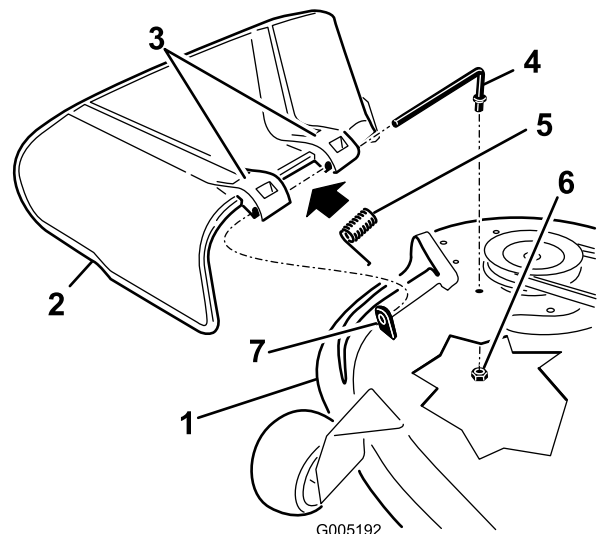

Figura 61
1. Retire la tuerca ($\frac{3}{8}$ " de la varilla (debajo del cortacésped) (Figura 61).
2. Retire la varilla del espaciador corto, muelle y deflector de hierba (Figura 61).
4. Vuelva a colocar el deflector de hierba (Figura 61).
7. Deslice la varilla por el segundo soporte del deflector de hierba (Figura 61).
9. Sujete el extremo trasero de la varilla al cortacésped con una tuerca ($\frac{3}{8}$ "), según se muestra en Figura 61.